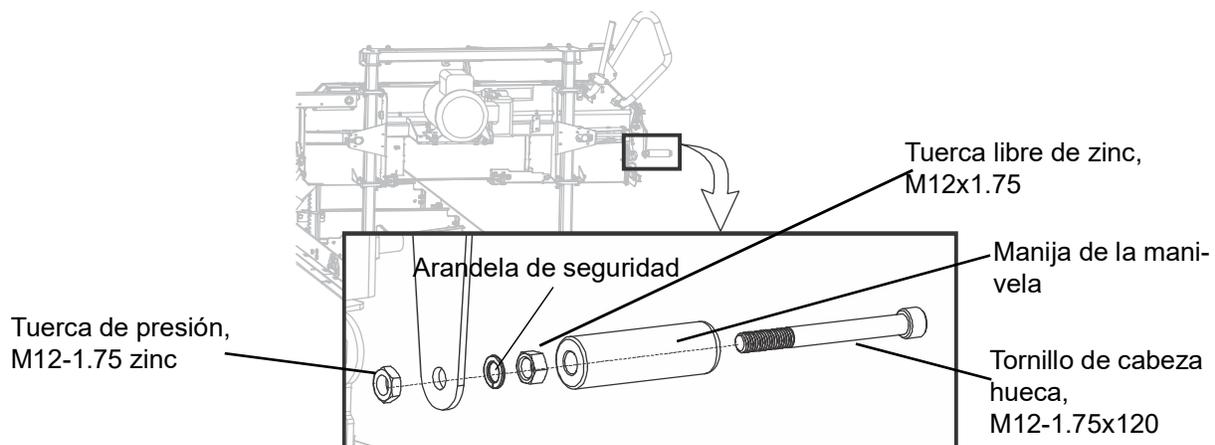

FIG. 3-29
**NOTA:** Asegúrese de que la arandela de seguridad esté colocada entre la arandela plana y la cabeza del perno tal y como se muestra. (Vea FIG. 3-29 )